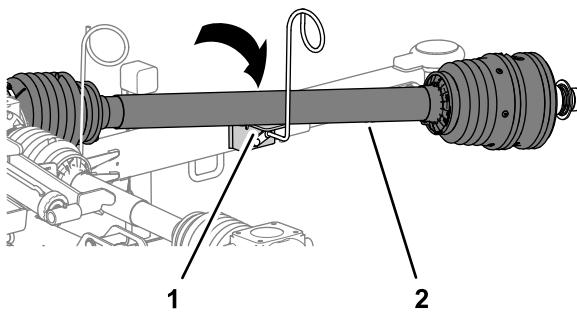

Figura 9
2. Mueva el árbol de transmisión de la TDF sobre el apoyo del árbol de transmisión de la guía de las mangueras (Figura 9).